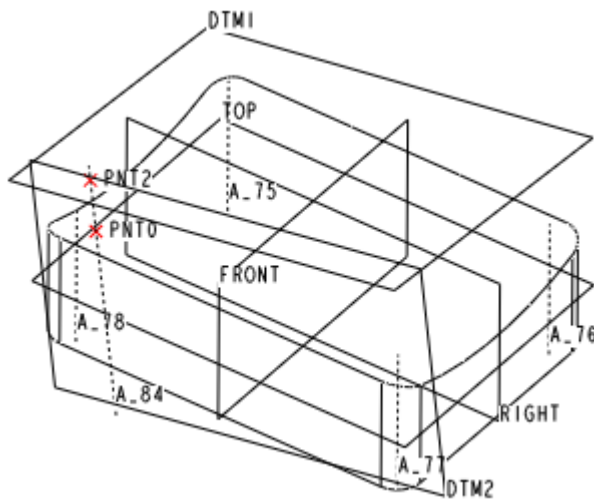

图 52-24
(12) 单击【确定】按钮，完成基准平面 DTM2 的建立，如图 52-24 所示。